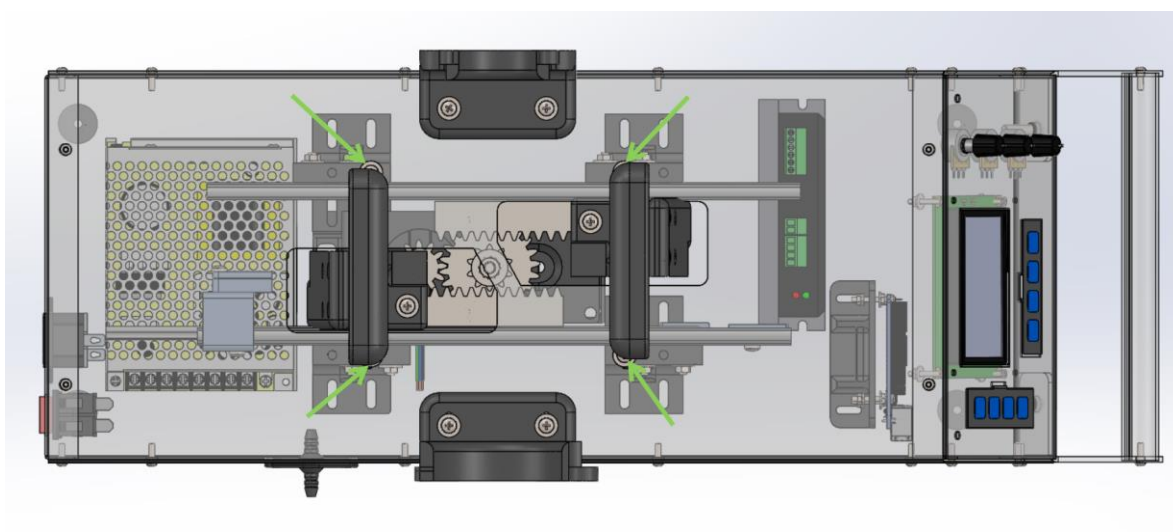

Figura 47 - Indicação do posicionamento dos 4 parafusos M4 nos suportes das corrediças.
7. Inserir 4 parafusos M4 nos furos acima dos suportes das corredeiras, conforme Figura 47.